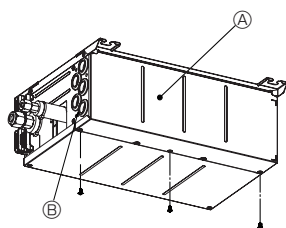

Fig. 8-1
1. Retirez la protection électrique. (Fig. 8-1)